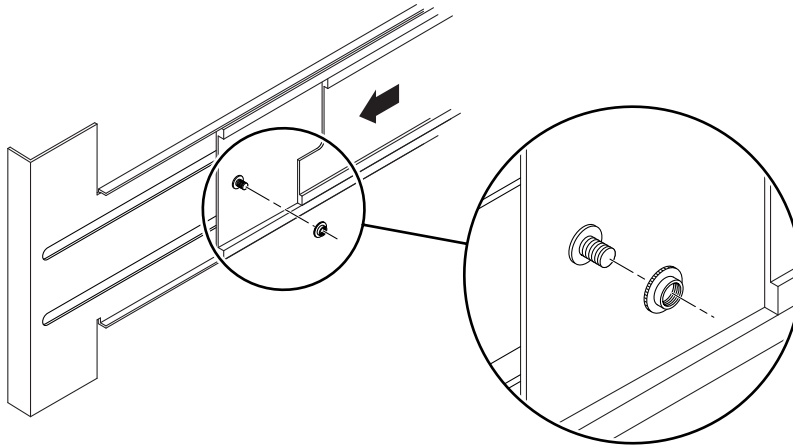

図 1-13 スライドレールのスペーサの挿入および締め付け
3. システムの背面から、提供された Sun のスペーサを各スライドのロックボルトに挿入して締めます (図 1-13)。